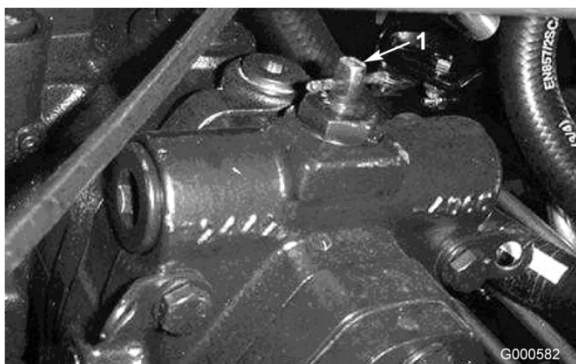

Bild 16
2. Drehen Sie das Ventil um eine Vierteldrehung nach rechts oder links, um es zu öffnen und Öl intern abzulenken (Bild 16). Weil das Öl abgelenkt wird, lässt sich die Zugmaschine ohne Schäden am Getriebe langsam bewegen.